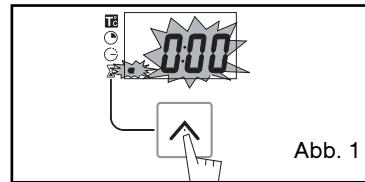

Abb. 1
- Taste "▲" (Abb. 1) drücken, bis das Symbol des Kurzzeitweckers  -> 0.00 blinkt.